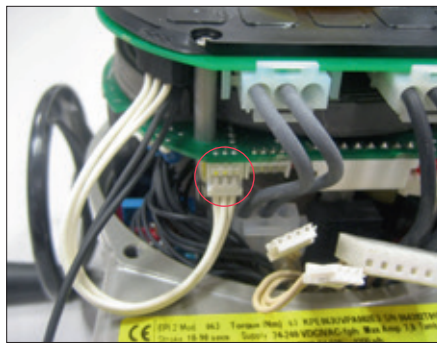

Abb. 11
- Schließen Sie das 3-polige Verbindungskabel der OM13-Karte an die Logikkarte an (Abbildung 11).